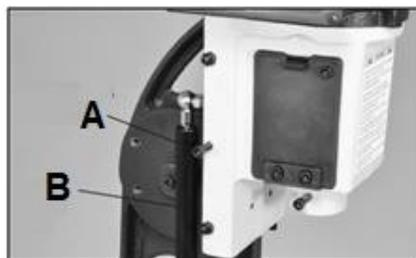

Рис. 2
1. Ослабьте стопорный винт головки (A, поз. 64), расположенный в ее левой части рядом с пневмоупором (B, поз. 57). Рис. 2.